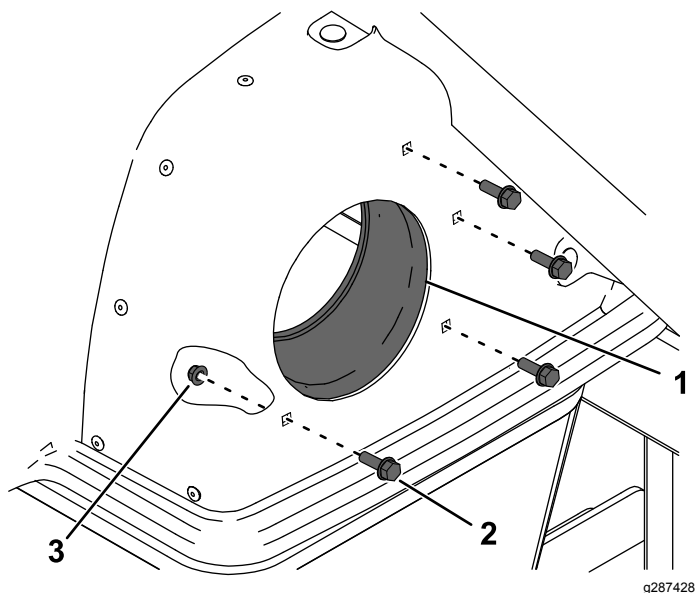

Figura 4
1. Manípulo (4)
2. Braçadeira do soprador (2)
- No capot, retire os 4 parafusos, 4 porcas e adaptador do capot existentes (Figura 4).
6. Instale o novo adaptador do capot utilizando quatro parafusos e quatro porcas nos novos furos de montagem (ver Figura 4). Aperte os parafusos com uma força de 10,2 a 12,4 N·m.